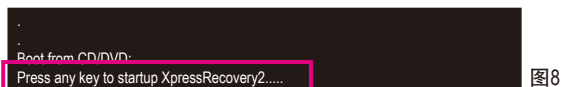

图8
1. 首次使用Xpress Recovery2功能，需由驱动程序光盘开机，当画面出现"Press any key to startup XpressRecovery2" (图8)，按任意键进入Xpress Recovery2程序。